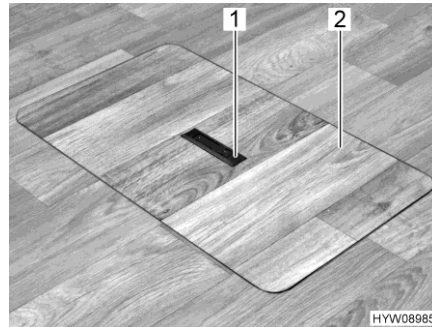
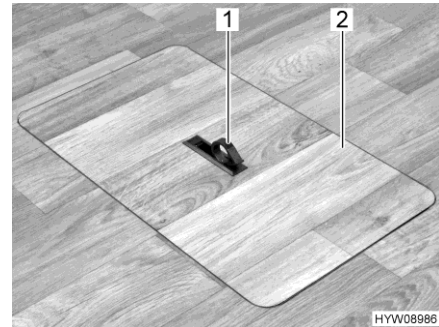

Fig. 44 Cubierta del compartimento de almacenamiento en el piso (tirador hundido)
Fig. 45 Cubierta del compartimento de almacenamiento en el piso (tirador girado hacia fuera)
- Presionar hacia abajo un lado de la placa de agarre (Fig. 44,1). El tirador (Fig. 45,1) girará hacia arriba.
- Retirar la cubierta (Fig. 45,2) hacia arriba.
- Insertar la cubierta (Fig. 45,2) en el marco en el piso.